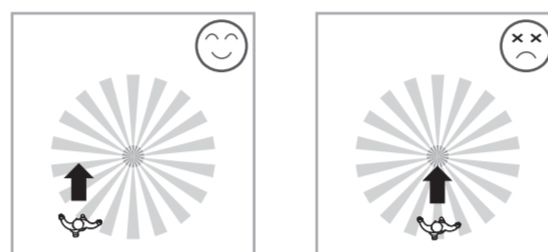

图 3
3.1.2 测试过程中注意行走方向。横向走过感应器时灵敏度较高, 正对感应器时灵敏度较低, 会降低检测范围 (见图 3)。